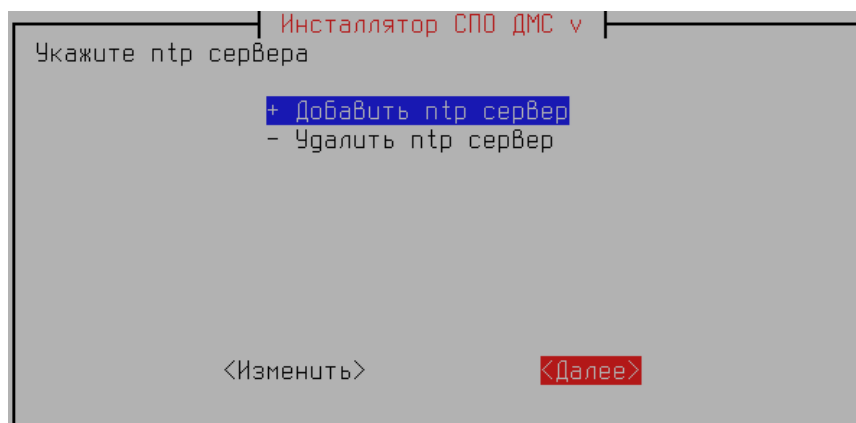

Рисунок 26 — Действия при отсутствии серверов точного времени
2) Если для компьютера нет необходимости указывать ntp сервер (компьютер сам будет являться ntp сервером в системе и/или не имеет связи с внешними ntp серверами), то достаточно нажать далее (Рисунок 26).